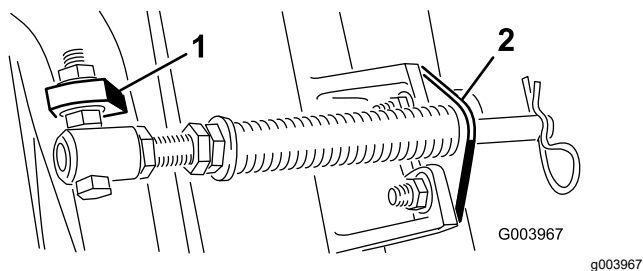
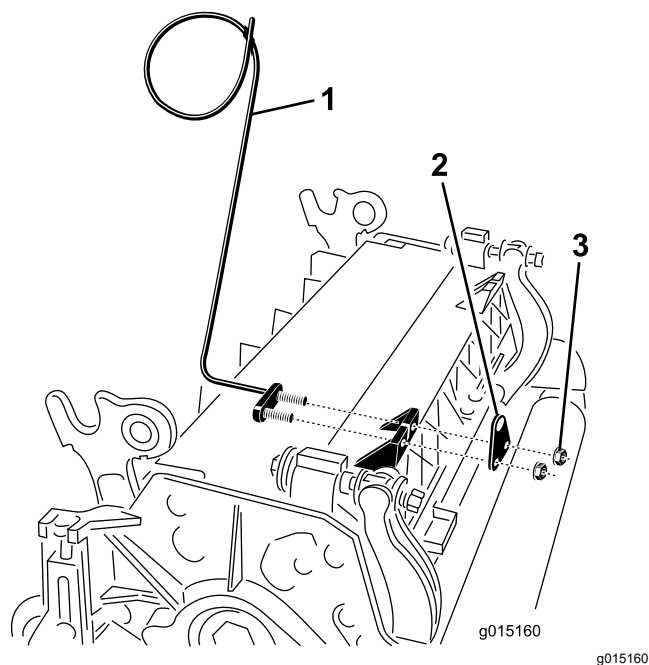

図 11
図 13
注 ボルトは、図 11 に示すように、頭部が外側にくるように取り付ける。
- E. カッティングユニットのタブにロッドブラケットを取り付け、キャリッジボルト2本とナットで固定する 図 11。ロッドブラケットの再取り付けを行うときに、カッティングユニットのタブの前に、左ホースガイドを取り付ける 図 13。